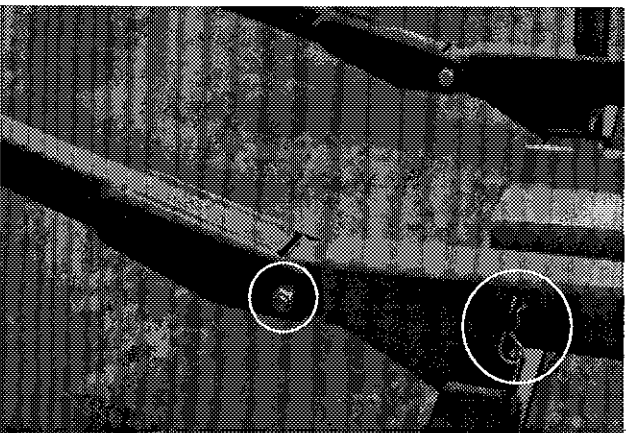

Figure 11
- 10) Installer les supports de balles arrières, 2 ou 4 selon le modèle de l'équipement. Installer les boulons et les goupilles en plaçant les écrous et les agrafes pour goupilles d'attelage de chaque côté vers l'extérieur afin d'éviter de couper les cordes des balles. (Figure 11)